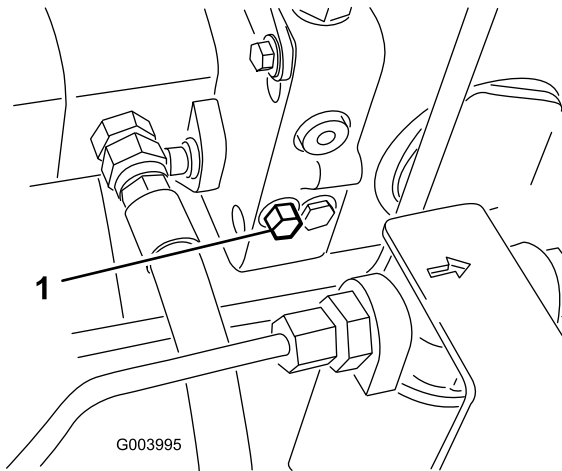

Figure 35
1. La vanne de dérivation est située du côté gauche de l'hydrostat (Figure 35). Tournez le boulon une fois et demie pour ouvrir la vanne et permettre la dérivation interne du liquide.